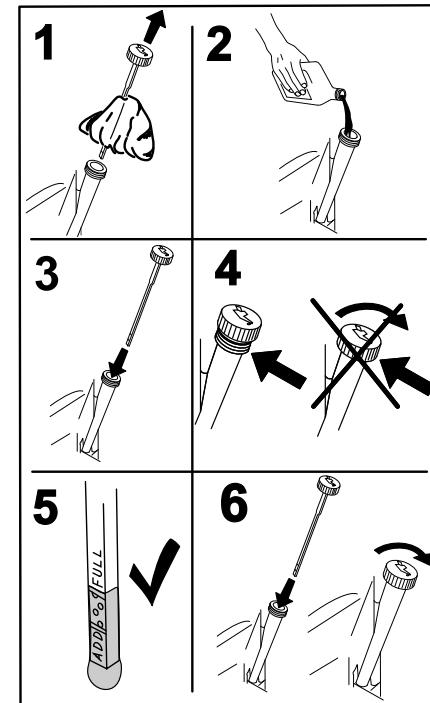

Bild 51
5. Gießen Sie langsam ungefähr 80 % der angegebenen Ölsorte in den Einfüllstutzen und füllen Sie dann vorsichtig mehr Öl ein, um den Ölstand an die **Voll**-Marke zu bringen (Bild 51).